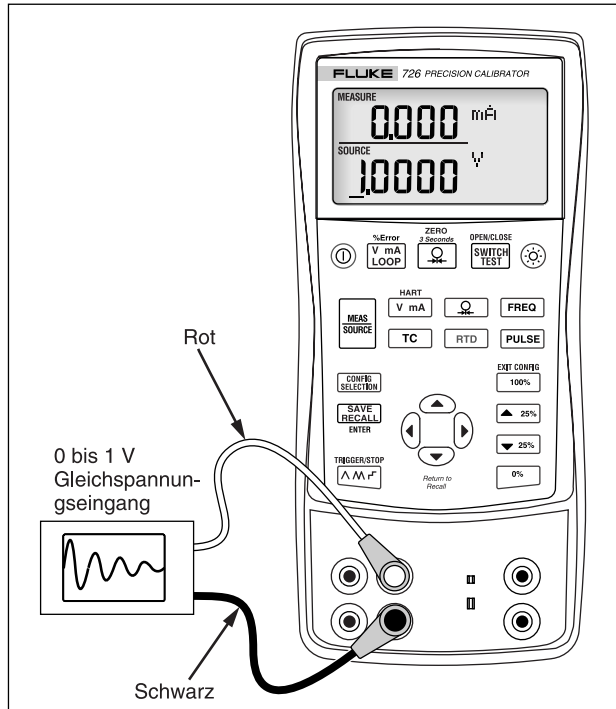

Abbildung 23. Kalibrieren eines Kurvendiagrammschreibers
1. Die Messleitungen gemäß Abbildung 23 an das zu prüfende Instrument anschließen.